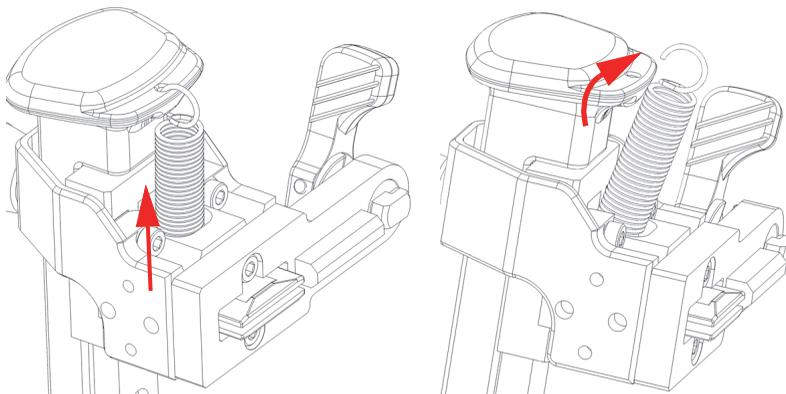

Figura 2-27 Rimozione della molla
2. Rimuovere la parte superiore della molla dal foro nell'impugnatura di sollevamento del braccio con meccanismo a molla (Figura 2-27 a pagina 56).